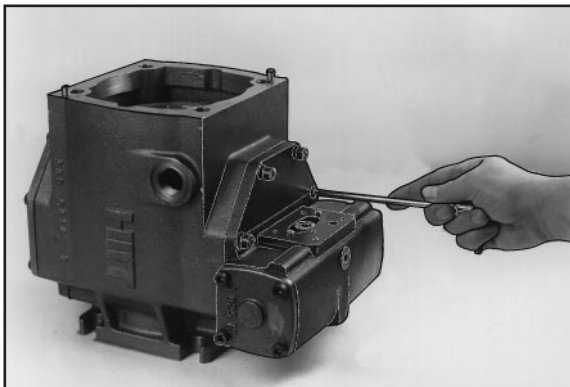

Fig. 21
- 5.5.3 - Allentare ed estrarre le sei viti di fissaggio (75) del coperchio/servocomando (4) (fig. 21).
- 5.5.3 - Unscrew and remove six fixing screws (75) of the servocontrol (4) (fig. 21).